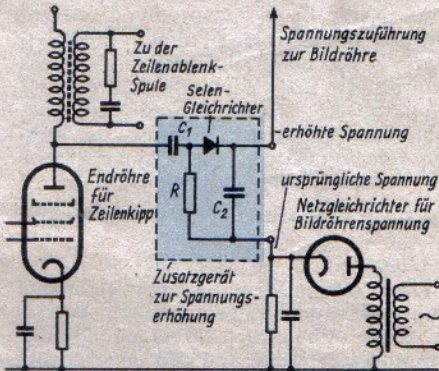
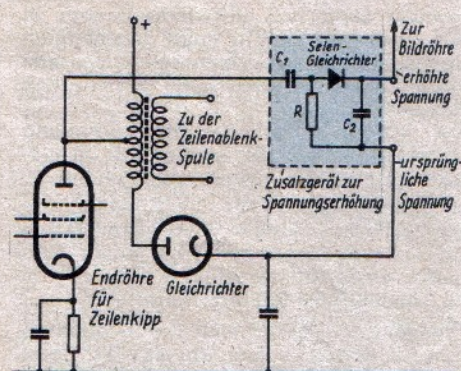

Abb. 1. Erhöhung der Bildröhrenspannung in einem Fernsehempfänger, in dem die Spannung einem Netzgleichrichter entnommen wird
Abb. 2. Erhöhung der Bildröhrenspannung in einem Fernsehempfänger, in dem die Spannung aus dem Zeilenkipp gewonnen wird
Abb. 1. Ansicht des fertigen AM-FM-Filters. Die Führungsstange des Rastschalters zur Umschaltung der Kopplung von der Frontplatte aus, entsprechend den verschiedenen Betriebsarten, ist in der Bildmitte über den Haspelkernen gut erkennbar
Abb. 2. Die durch einen Umschalter wählbaren Durchlaßkurven des Detektorfilters bei AM, CW und FM. Horizontal ist die Zwischenfrequenz aufgetragen und vertikal der NF-Strom, der mit einem Nullpunkt-µAmpere-Meter am Ausgang des Demodulators gemessen wurde
ist im Grunde genommen eigentlich nichts anderes als ein gewöhnliches Bandfilter, und als solches ist es auch bei AM verwendet. Die Kopplung der beiden Kreise erfolgt über einige Koppelwindungen aus dem kalten Ende des Primärkreises in den Sekundärkreis. Diese Kopplung ist durch den Umschalter in 3 Stufen, entsprechend den Betriebsarten, umzuschalten. Für Telegrafiebtrieb (CW) haben wir die kleinste Kopplung. Hierzu dient nur die Streuung der magnetischen Felder der Spulenkerne. Für Telefonie und FM wird die Kopplung durch Einschalten der Koppelspule vergrößert. Die Umschaltung erfolgt durch eine Schalterebene eines Philips-Schalters, der durch eine lange Führungsstange von dem Rastwerk an der Frontplatte bedient wird. Das ist aus Abb. 1 gut ersichtlich. Bei der Schaltung als Verhältnisdetektor ist es außerdem erforderlich, eine zusätzliche Einkopplung nach dem Mittelanzapf der Sekundärspule vorzunehmen. Diese in Verbindung mit der magnetischen Kopplung der Kerne ergibt erst die für den Betrieb des Verhältnisdetektors notwendige phasenrichtige Verkopplung der beiden Kreise. Als Gleichrichterröhre muß aber nun die EAA 11 oder EB 41 verwendet werden. Diese Röhre wird also zusätzlich benötigt. Abhängig von der Trägeramplitude lädt sich der Elektrolytkondensator C_7 auf und bewirkt über die Diodenstrecken eine Bedämpfung des Sekundärkreises. Diese große Kapazität bringt dann die für die Störausblendung große Zeitkonstante in Verbindung mit den Diodenlastwiderständen. Die entstehende Richtspannung wird bei den UKW/FM-Superhets für die Anzeige des Magischen Auges verwendet und gibt beim Durchstimmen des Zwischenfrequenzbereiches ein getreues Abbild der Durchlaßkurve des gesamten Zwischenfrequenzverstärkers. Durch Abschalten von C_7 , also des Speicherkondensators, kann man an diesem Punkt die Niederfrequenzspannung bei AM-Betrieb abnehmen. Je nach der Kopplung der Kreise bekommt man dann eine mehr oder weniger breite Bandfilterkurve. Hierbei ist selbstverständlich zu bedenken, daß im allgemeinen die vorhergehenden Bandfilter, evtl. Quarzfilter, dann den Gesamtdurchlaß bestimmen. Die gezeigten Meßkurven gelten nur für dieses eine Filter, wobei als Vorröhre eine EF 11 benutzt wurde mit einer Gittereingangsspannung von 120 mV. Bei FM wird in üblicher Weise die Niederfrequenz aus dem neutralen Brückenweig abgenommen, wobei der Widerstand R_2 noch, wie auch R_5 , zur Siebung der Hochfrequenzreste dient. Die Diskriminatorkurve wurde mittels eines µ-Ampereometers mit Nullpunkt in der Mitte am Ausgang der NF gemessen. Man sieht aber, daß bei FM die abgegebene Niederfrequenzspannung bedeutend kleiner ist als bei AM. Eine nachgeschaltete übliche Niederfre-
spannung durch einen Netzgleichrichter erzeugt wird (Abb. 1), und außerdem für den Fall der Spannungsgewinnung aus dem Zeilenkipp (Abb. 2). In beiden Fällen ist nur eine Verbindung zwischen dem Zusatzgerät und der Anode der Zeilenkipp-Endröhre herzustellen, die vor-
Abb. 4. Aufbauskitze des Filters. Die Anschlußbezeichnungen stimmen mit denen im Schaltbild der Abb. 3 überein. Die Schalterebene wurde aus Gründen der Übersichtlichkeit fortgelassen. Ihre Anordnung ist aus dem Foto Abb. 1 ersichtlich